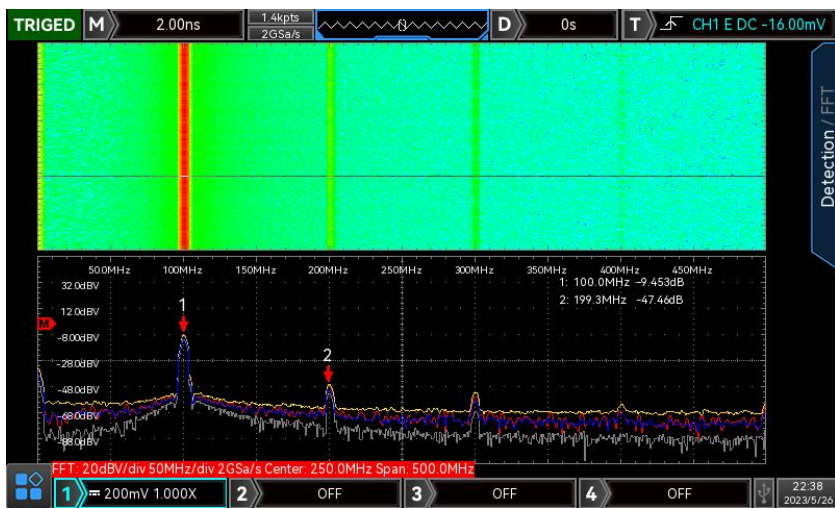

图 15-3
- 瀑布图 2：频谱和瀑布图分上下 2 个窗口显示，瀑布图反应频谱上 dB 值随时间的变化情况，具有“记录”的功能。瀑布图只有增强 FFT 打开时才能选中，最多可记录 200 幅与瀑布图对应的频谱，如下图 15-3 所示。